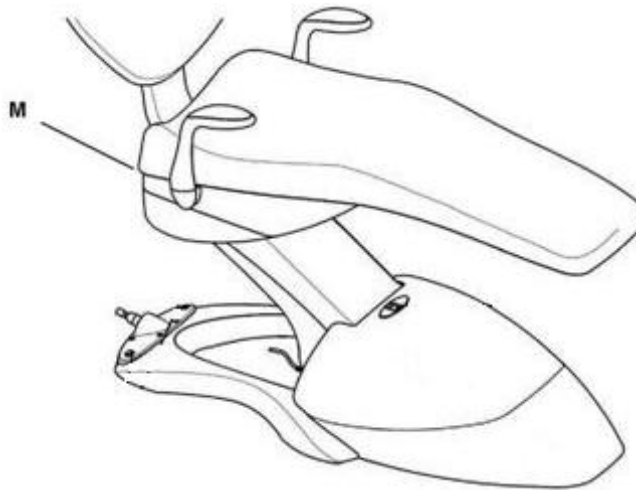

Рисунок 6.2.1.
6.2.6. Функції кнопок на пульті блока асистента відповідають функціям на джойстик крісла пацієнта. Кнопка P на пульті блока асистента відповідає кнопці M збоку крісла (див. Рисунок 6.2.1).